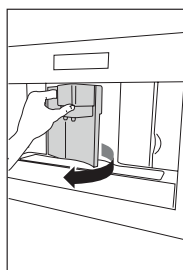
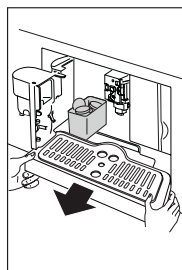
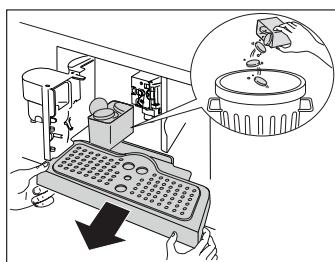

Fig. 23
Fig. 24
Fig. 39
- ▶ Para limpar, abra a porta de manutenção na parte da frente puxando o bico de café (Fig. 23), retire o tabuleiro de recolha de pingos (Fig. 24), esvazie-o e limpe-o (Fig. 39).